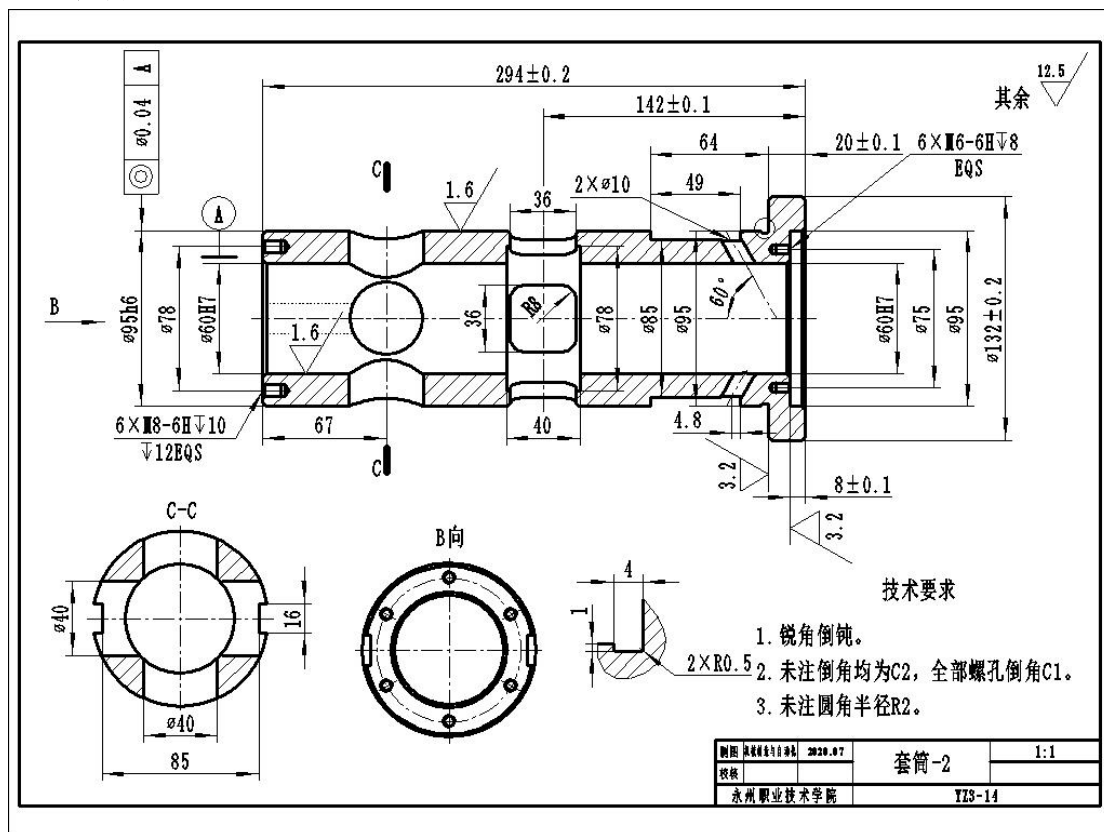

图 3-14 套筒-2 零件图
**任务 1：**识读套筒-2 零件图（如图 3-14 所示），根据零件图要求，利用三维设计软件正确绘制草图，选择合适的特征建模方法完成零件三维造型；